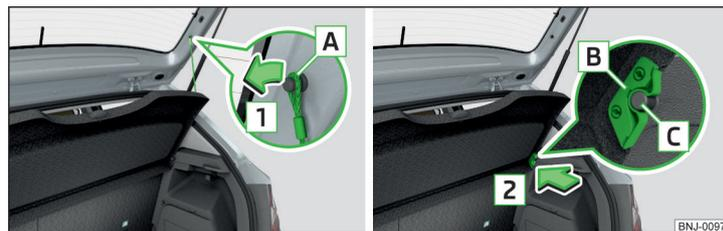

Fig. 95 Retirar a cobertura da bagageira
Se as fitas de retenção **A** » Fig. 95 estão penduradas na tampa da bagageira, então ao abrir a tampa a cobertura da bagageira (a seguir denominado apenas cobertura) é levantada junto.
- Desencaixar nos dois lados da tampa da bagageira as fitas de retenção **A** no sentido da seta **1** » Fig. 95.
- ▶ Colocar os encaixes na cobertura **B** sobre os pernos **C** » Fig. 95.
Na área dianteira, as cavidades **B** » Fig. 95 na página 79 têm de encaixar completamente nos pinos do revestimento lateral. Na área traseira, a cobertura tem de ser fixada nos dois lados por baixo dos encaixes.